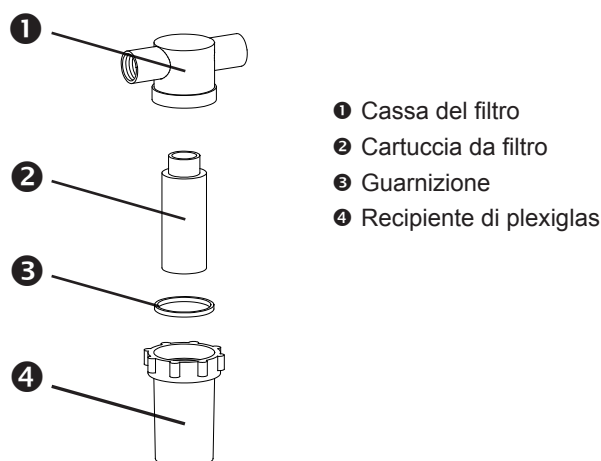

Figura 6. Filtro dell'acqua
- Svitare in senso antiorario dalla cassa del filtro (④, figura 6) il recipiente di plexiglas (①, figura 6).
- Rimuovere l'elemento filtrante (②, figura 6) e sostituirlo con uno nuovo (art. no. 502.0891.0).